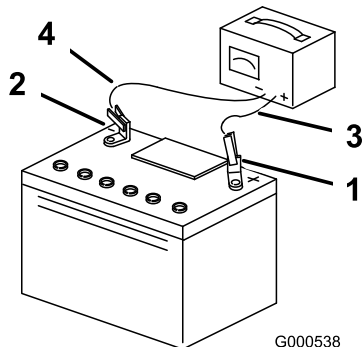

Figura 33
3. Cuando la batería esté completamente cargada, desconecte el cargador de la toma de electricidad, luego desconecte los cables del cargador de los bornes de la batería (Figura 33).